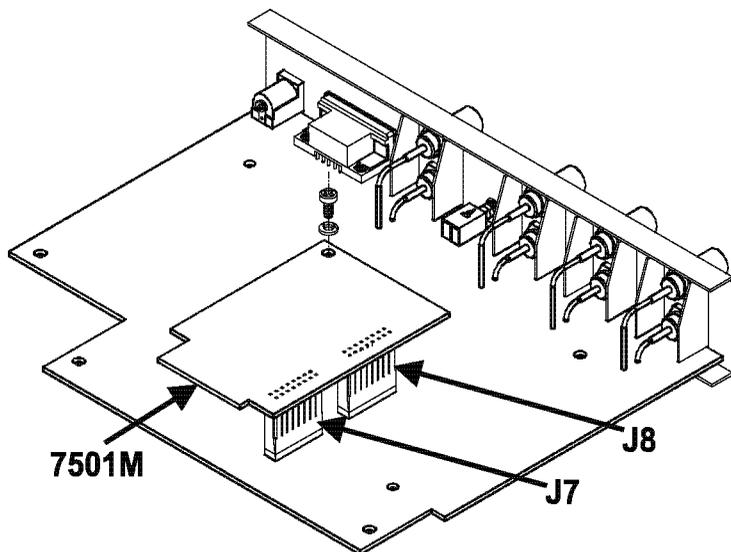

Рис. 4. Усовершенствование модели FC-7501 до FC-7501P за счет установки дополнительного модуля 7501M
2. Снять переключки J7 и J8 и установить дополнительный модуль **7501M** ("плата PLL") на две группы контактов с 16 штырьками. Привинтить модуль к распорной стойке с помощью винта и шайбы¹, как показано на рис. 4: